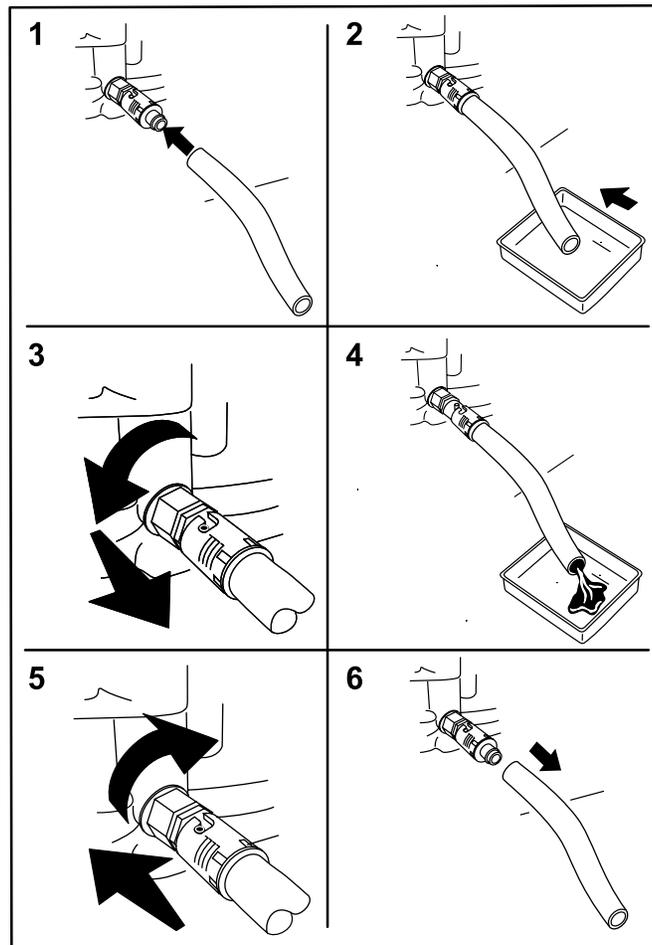

Figura 26
4. Instale la manguera de vaciado sobre la válvula de vaciado de aceite del motor (Figura 26).
5. Coloque el otro extremo de la manguera en un recipiente apropiado para recoger el aceite (Figura 26).
6. Gire la válvula de vaciado de aceite 1/4 de vuelta en sentido antihorario para empezar a vaciar el aceite (Figura 26).
7. Cuando todo el aceite se haya drenado, cierre la válvula de vaciado de aceite 1/4 de vuelta en sentido horario para cerrar la válvula (Figura 26).